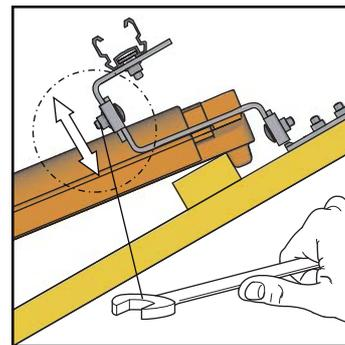
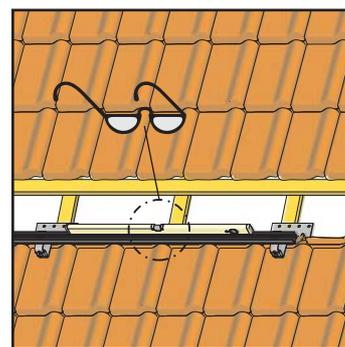

Fig. 3-11 Regolazione dell'altezza dei ganci da tetto
Fig. 3-12 A seconda del raccordo, orientare i profilati orizzontalmente o con una leggera pendenza
12. Orientando la guida profilata di montaggio in altezza (dalla fig. 3-11 alla fig. 3-12).